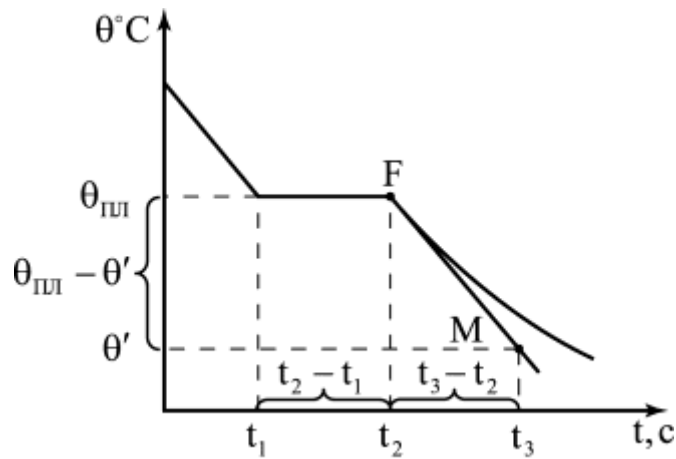

Рис.5.2
8. По результатам измерений табл. 5.1 постройте на листе миллиметровой бумаги график $\theta(t)$ (см. рис. 5.2), из которого определите температуру кристаллизации (плавления) нафталина $\theta_{пл}$, ее абсолютную погрешность $\Delta\theta_{пл}$ и запишите $\theta_{пл} \pm \Delta\theta_{пл}$. Измерьте по барометру атмосферное давление P_A и также запишите его.
10. Метод, которым удельная теплота плавления нафталина определяется по графику $\theta(t)$, основан на допущении, что скорости отвода тепла как в процессе кристаллизации нафталина, так и в продолжении его остывания сразу после кристаллизации одинаковы. Для определения λ в точке F графика $\theta(t)$ проведите касательную к наклонному участку графика (рис. 5.2), отвечающую постоянной скорости понижения температуры при остывании кристаллизовавшегося нафталина.